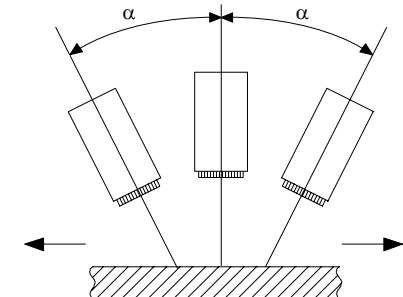

Figure 2
- If the material is very shiny (i.e. plastic or metal plate) it is advised to tilt the reading head 5° ... 20° in relation to the material that has to be read and to the direction of its movement (see fig.2).
- Se il materiale utilizzato è molto riflettente (ad es. superfici plastiche o metalliche), è consigliabile inclinare la testa di lettura da 5° a 20°, angolo variabile a seconda del tipo di materiale e del senso di avanzamento della superficie di lettura (vedi fig.2).
To detect marks with slight color contrasts, it is necessary to power up the TL80 for some minutes before adjusting the threshold. When marks are on a transparent background, tilt the TL80 unit as shown in fig.2 and set the light/dark selector switch properly.
Per rilevare tacche chiare su sfondo scuro: seguire la stessa procedura di configurazione dopo aver posto il selettore per tacca chiara/scura nella posizione di tacca chiara (L). Per rilevare tacche in presenza di scarso contrasto, è necessario lasciare la TL80 accesa per alcuni minuti prima di effettuare la regolazione della soglia per operare sull'apparecchio in condizioni di regime. Quando invece è necessario rilevare tacche su sfondo trasparente, inclinare la TL80 come mostrato in fig.2 e posizionare opportunamente il selettore per tacca chiara/scura.